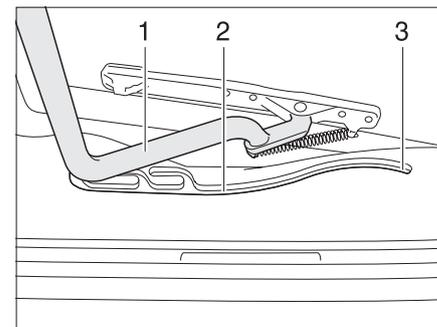

Fig. 34 Lanterneau Heki, glissière
- ▶ Tirer l'étrier (Fig. 34,1) dans les glissières (Fig. 34,2) jusque dans la position la plus reculée (Fig. 34,3).
- ▶ Pousser l'étrier (Fig. 34,1) légèrement vers le haut avec les deux mains.
- ▶ Pousser l'étrier vers le haut avec les deux mains jusqu'à ce que ce dernier se trouve au-dessus du bouton de sûreté (Fig. 34,2).
- ▶ Tirer l'étrier dans les glissières (Fig. 34,2) jusqu'à la position souhaitée.